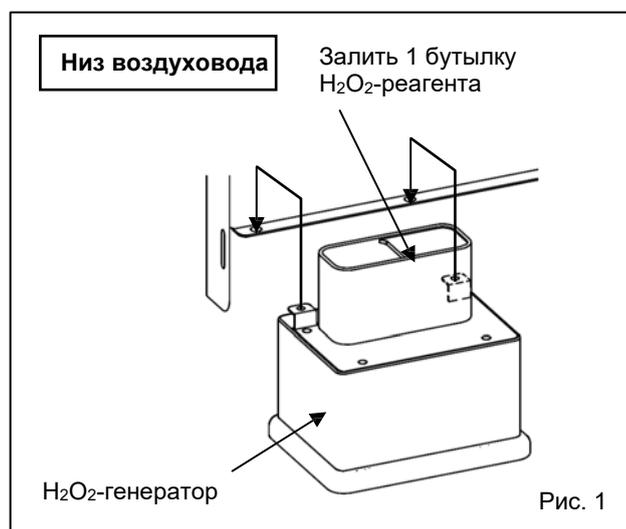

Рис. 1
5. Залейте в H2O2-генератор MCO-HP одну бутылку обеззараживающего H2O2-реагента (MCO-H2O2) (Рис. 1).
6. Установите два штифта H2O2-генератора в два отверстия в нижней левой части воздуховода (Рис.1).
10. Убедитесь, что воздуховод, вентилятор и H2O2-генератор надежно прикреплены (см. Рис. 1 – 3 на стр. 88). После этого закройте внутреннюю и внешнюю дверцы.